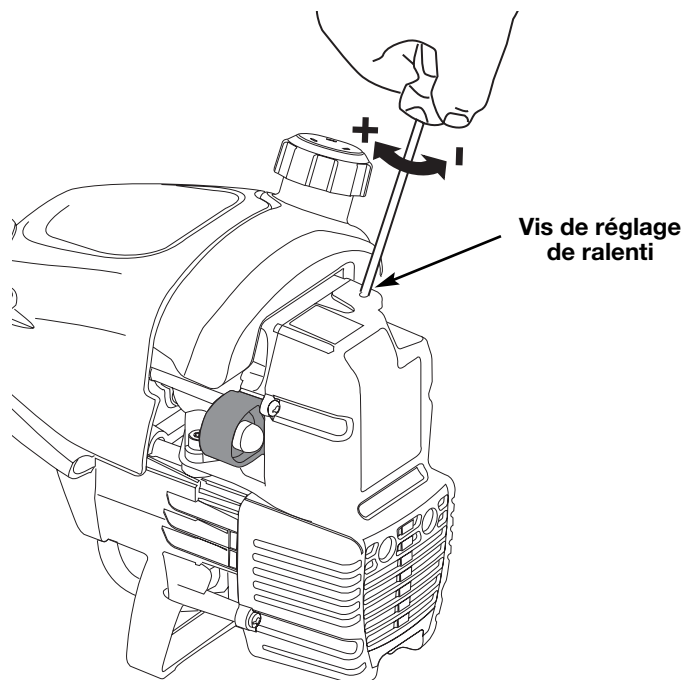

Fig. 27
Vous pouvez régler le ralenti du moteur à travers le couvercle du filtre à air/silencieux (Fig. 27).
2. Relâchez le levier d'accélérateur et laissez le moteur au ralenti. Si le moteur s'arrête, insérez un petit tournevis à embout cruciforme ou à tête plate dans le trou du couvercle du filtre à air/silencieux (Fig. 27).